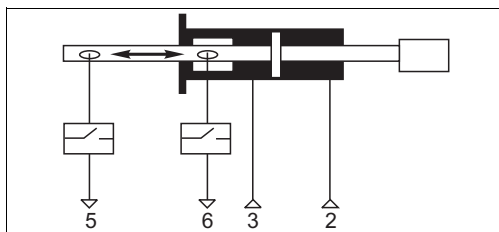

Fig. 8: Etichetta adesiva della morsettiera pneumatica
1. Per collegare i tubi flessibili dell'aria compressa, fare riferimento all'etichetta incollata sulla morsettiera pneumatica (fig. 8).